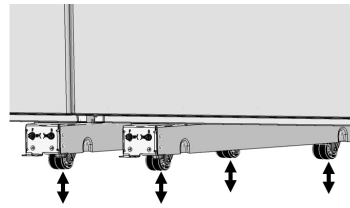

Fig. 8
- c. Utilice un destornillador de cabeza plana o una llave de tubo de $\frac{3}{8}$ " para ajustar los pernos delanteros de los conjuntos niveladores (Fig. 8). Suba o baje las ruedas delanteras y traseras según sea necesario hasta que la unidad se apoye correctamente en el espacio del gabinete.